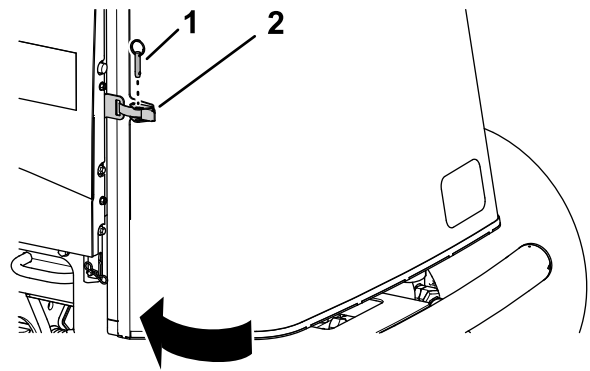

**Figura 63**
1. Cierre y enganche la rejilla (Figura 63).